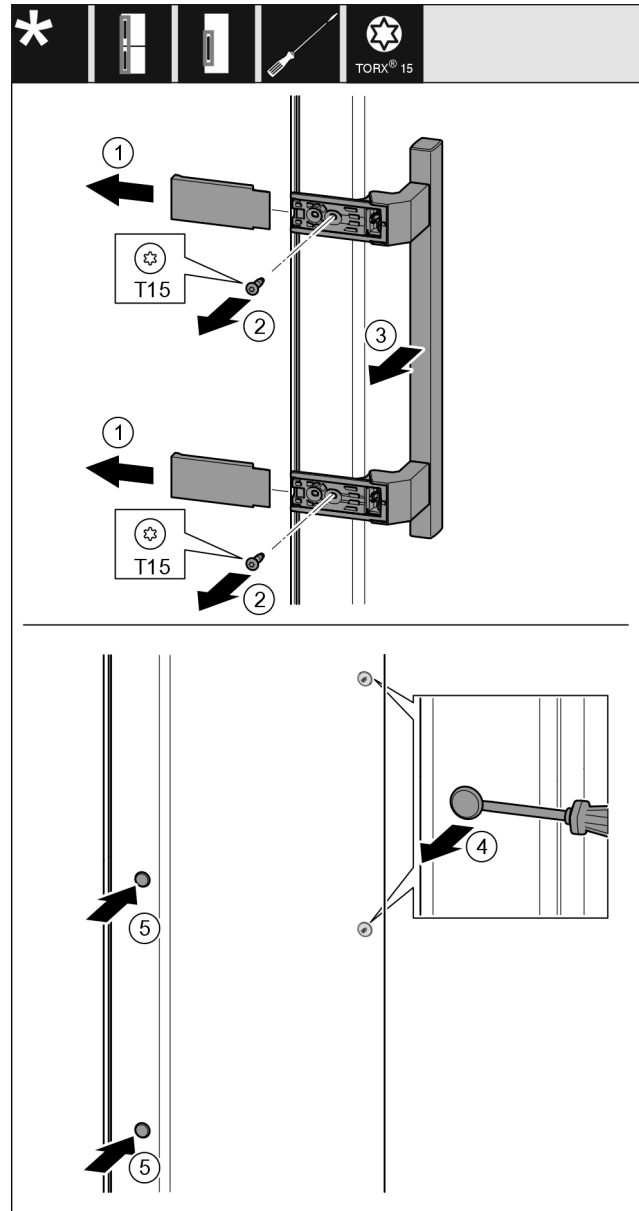

Fig. 22
- ▶ Abdeckung Fig. 22 (1) abziehen.
- ▶ Schrauben Fig. 22 (2) mit Schraubendreher herausdrehen.
- ▶ Griff Fig. 22 (3) abnehmen.
- ▶ Seitlichen Stopfen Fig. 22 (4) vorsichtig mit einem Schlitzschraubendreher anheben und herausziehen.
- ▶ Stopfen Fig. 22 (5) auf der anderen Seite wieder einsetzen.